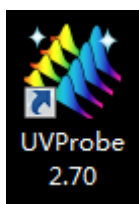

图 6-3 操作软件 UVProbe 图示
6.3.1 预热完成后, 双击桌面上的 UVProbe 图标 (图 6-3) 启动软件。